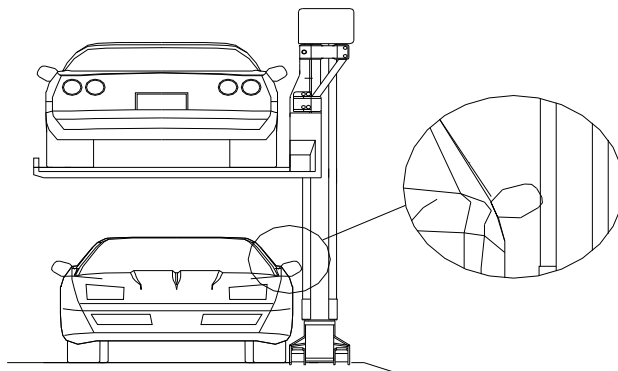

图 2.7
- b. 停车位移动时立柱是否会与下层停车的后视镜相碰撞（图 2.7）；